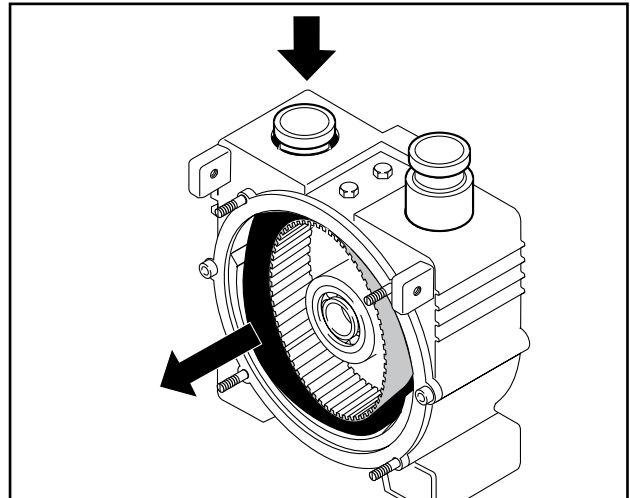
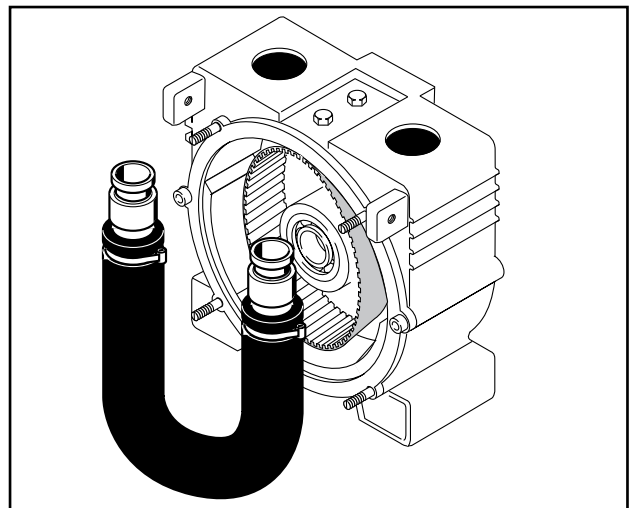

Abb. 18 Demontage Förderschlauch
Abb. 19 Demontage Förderschlauch
8. Förderschlauch auf der Druckseite in das Gehäuse zurückziehen, danach Saugseite zurückziehen und herausnehmen (Abb. 18 und Abb. 19).